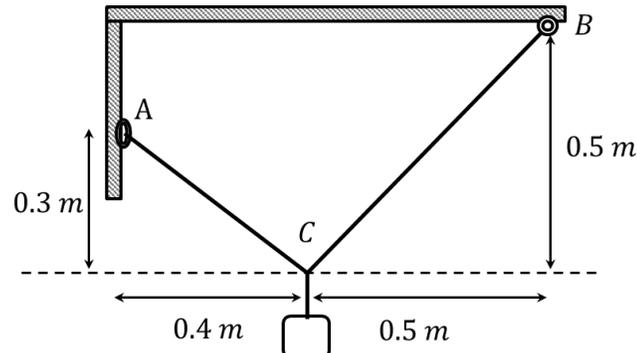

Fig. 2.7.
2.4.- Dos cables de peso despreciable se amarran juntos en C y se cargan como lo indica la Fig. 2.7. Calcular la tensión en el cable AC y en el cable BC cuando el bloque permanece en reposo.